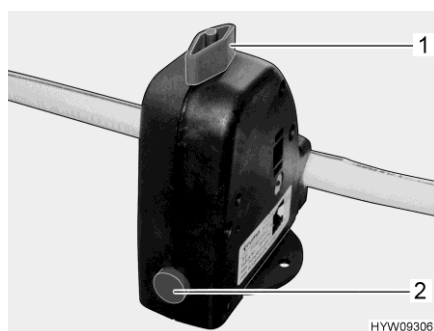

Fig. 208 Válvula de seguridad/purga (caldera)
La caldera está equipada con una válvula de seguridad/purga (Fig. 208). La válvula de seguridad/purga evita que el agua de la caldera se congele cuando no esté conectada la calefacción en caso de helada.
- Cerrar la válvula de seguridad/purga. Para ello, girar el botón giratorio (Fig. 208,1) a la posición transversal en referencia a la válvula de seguridad/purga y hundir el botón (Fig. 208,2).
- Abrir la válvula de seguridad/purga. Para ello, girar el botón giratorio (Fig. 208,1) a la posición longitudinal en referencia a la válvula de seguridad/purga. El botón (Fig. 208,2) salta hacia fuera. La caldera se vacía hacia fuera a través de la válvula de seguridad/purga.